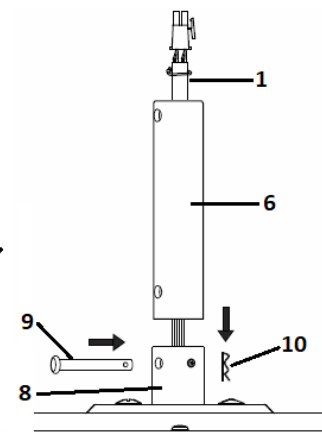

Fig. 4.3
3. Introduzca con cuidado los cables del ventilador (1) a través de la tija (6). (Fig. 4.3)
4. Inserte la tija (6) en el tubo de acoplamiento de la tija (8) alineando los orificios del tubo de acoplamiento con los orificios de la tija. A continuación, inserte el pasador de horquilla (9) y asegúrelo con la claveta (10). (Fig. 4.3)